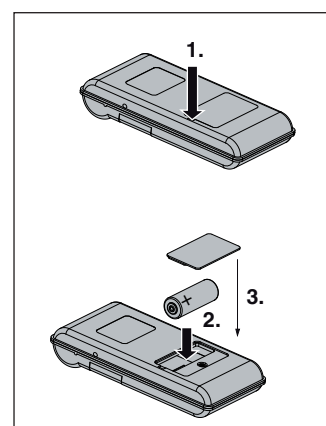

Fig. 2
3.1 Batterie wechseln/einlegen (Fig. 2)